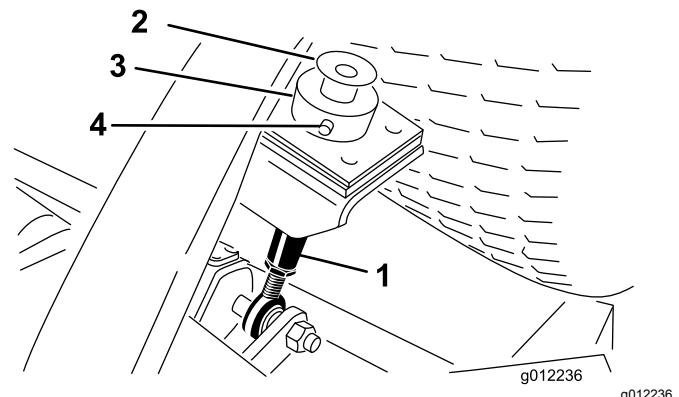

Figure 21
2. Retirez le boulon et la rondelle en haut de chaque tige de réglage de hauteur de coupe (Figure 21).
- Retirez la goupille fendue et l'axe de chape qui fixent la bague de hauteur de coupe à la tige de réglage de hauteur de coupe à l'arrière de l'unité de coupe (Figure 21). Retirez la bague de hauteur de coupe.